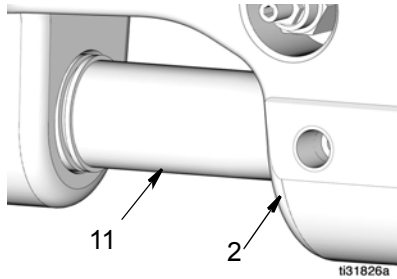

图 17
- 将泵汽缸 (11) 从泵底座 (2) 撬出 (图 17)。